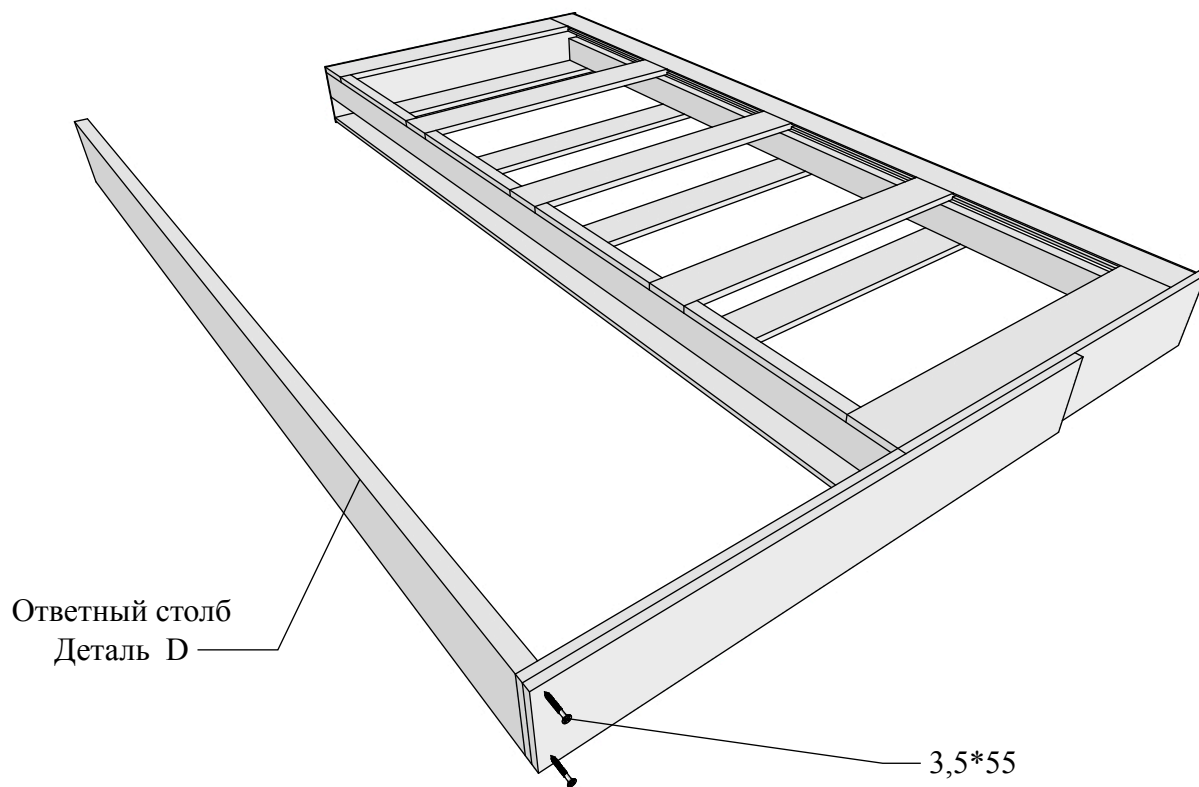

Рисунок 14
4.7 Установить ответный столб (деталь D) и закрепить саморезами 3,5*55 . Повторить пункты 4.6 и 4.7 с другой стороны (Рис. 14)